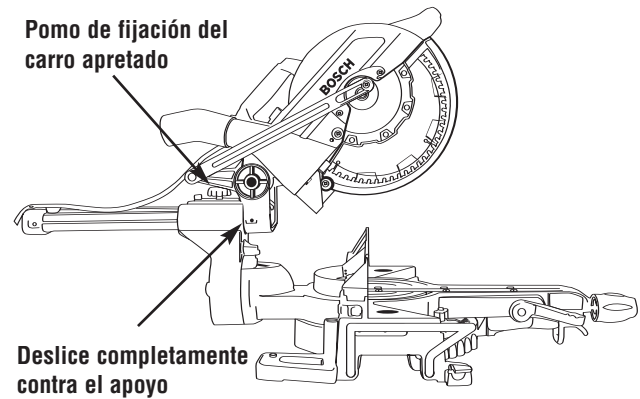

Figura 26. Corte de troceado
1. Deslice el ensamblaje del cabezal hasta la parte trasera tanto como se pueda (Figura 26).
2. Apriete el pomo de fijación de los rieles de deslizamiento (Figura 26).